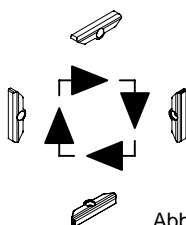

Abb. 6a
Zur Bestimmung der Einlaufseiten s. Abb. 6a und 6b. Die Gleitflächen der Schließbolzen (D) sind mit einem harz- und säurefreien Öl zu schmieren.